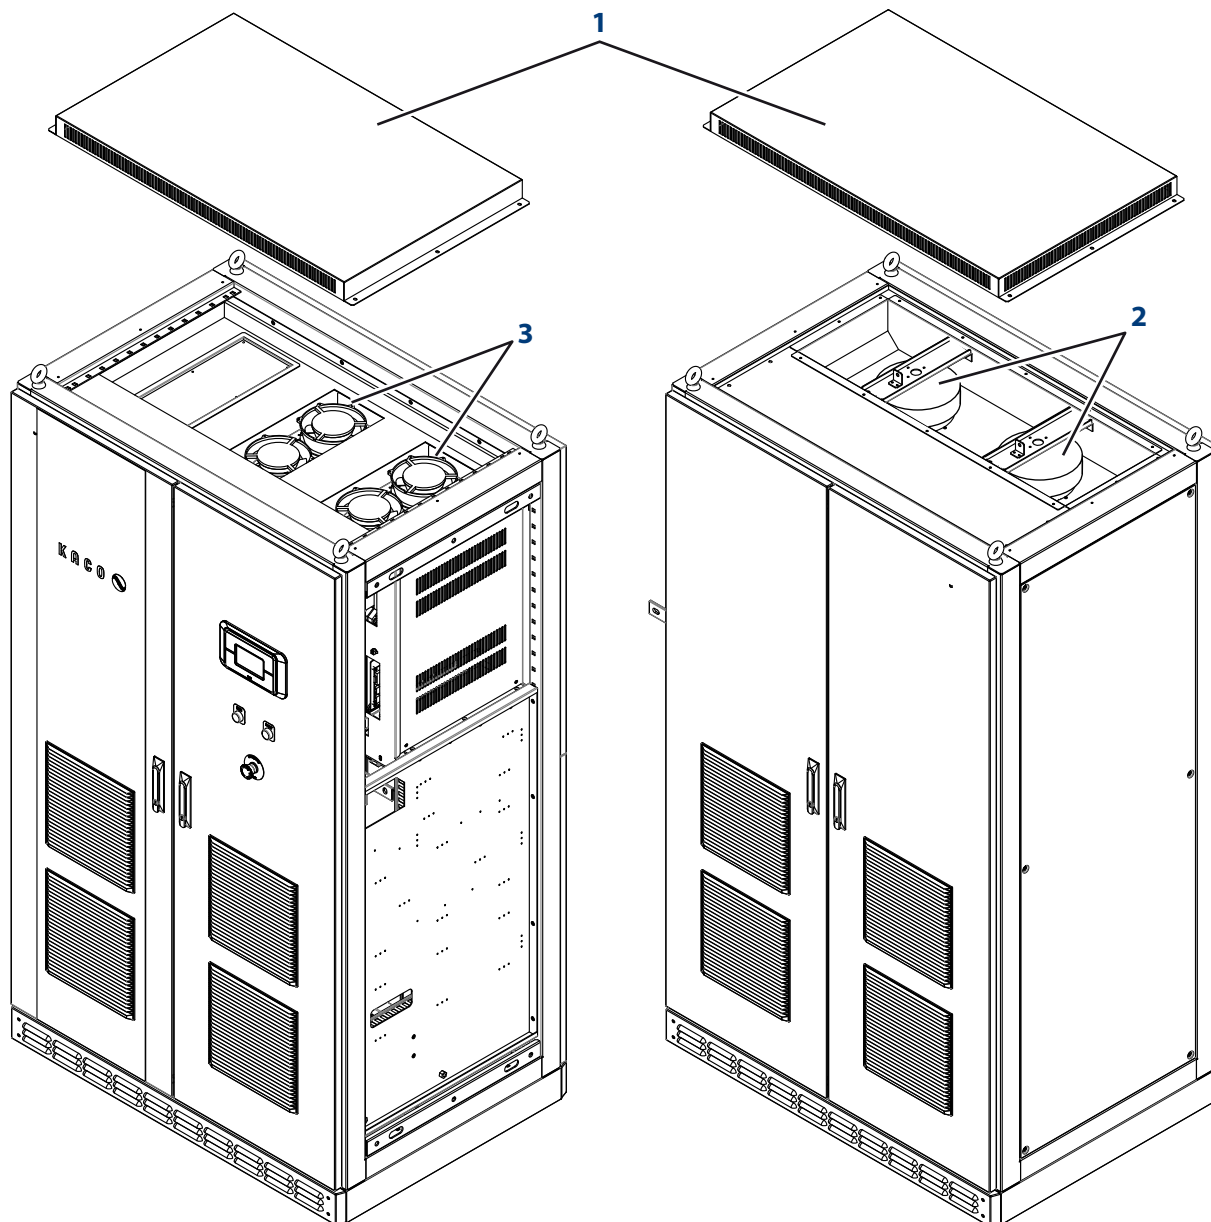

Figura 71: Acceso a los ventiladores
1. Desmonte las cubiertas superiores (Figura 71, elemento 1) de los armarios del inversor.
2. Limpie los ventiladores (Figura 71, elementos 2 y 3).